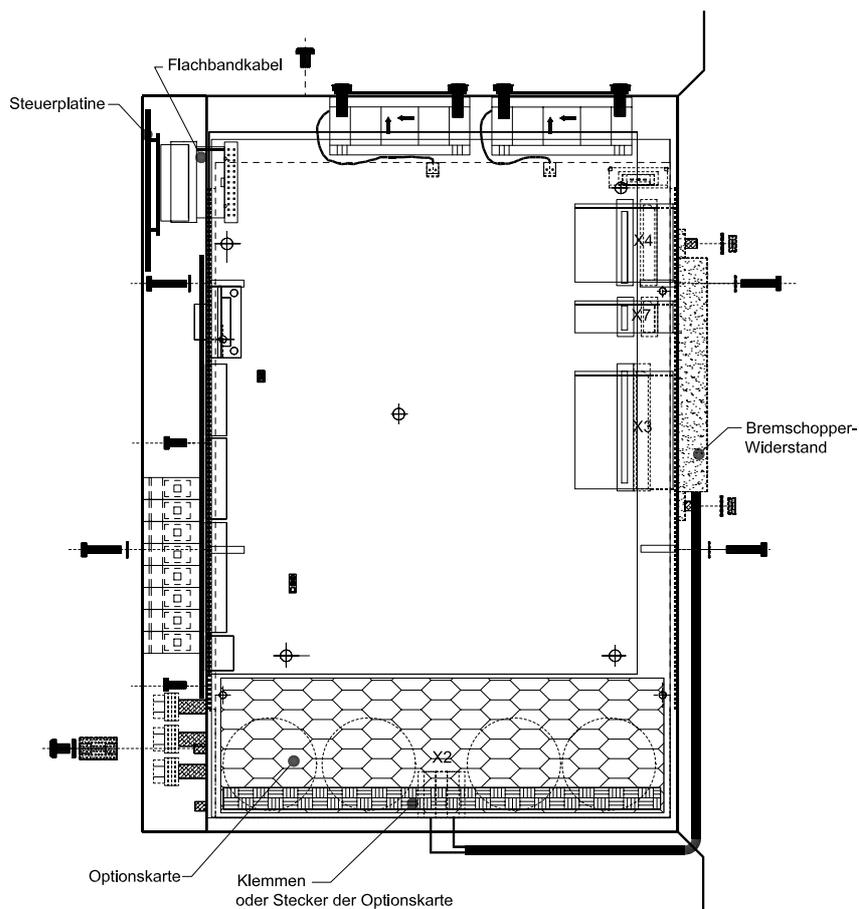

Abbildung 6.1
5. Der Anschluss für die Optionskarte (50-polige Buchsenleiste) befindet sich am unteren rechten Rand der Steuerplatine. In Abbildung 6.1 zeigen Sechsecke, an welcher Stelle die Karte installiert wird.